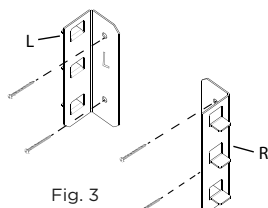

Fig. 3
6. Instale los soportes verticales en la pared, utilizando 2 taquetes de 10 x 50 mm y fijando cada uno con 2 tornillos de 5.4 x 75 mm y 2 arandelas de 5.3 x 20 mm (Fig. 3)
NOTA: Asegúrese de posicionar las pestañas hacia la parte externa, como se muestra en la imagen. (Fig.3). Los soportes vienen marcados con L (izquierdo) y R (derecho) respectivamente para su posicionamiento.